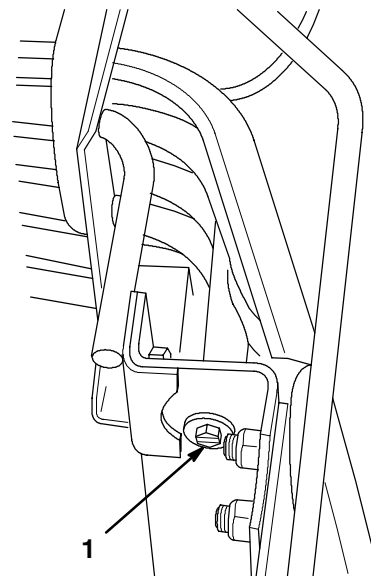

Figure 10
4. Déposer la calandre du tracteur: soulever le capot et dévisser les deux vis et rondelles de fixation de la calandre (Fig. 10), puis refermer le capot et tirer la calandre vers soi.
12. Remonter la calandre du tracteur et la fixer à l'aide des deux vis et rondelles enlevées précédemment (Fig. 10).